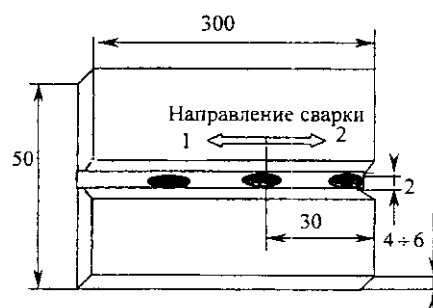

Рис.2.1. Схема прихватки и сварки медных пластин
2. Установить пластины на графитовой подкладке встык с зазором в 1 мм, нагреть их пламенем сварочной горелки до температуры красного каления и произвести прихватку согласно схеме (рис.2.1).
4. Выполнить сварку пластин в соответствии с рис.2.1. обычной сварочной горелкой и горелкой равного давления типа ГАР-2-56.